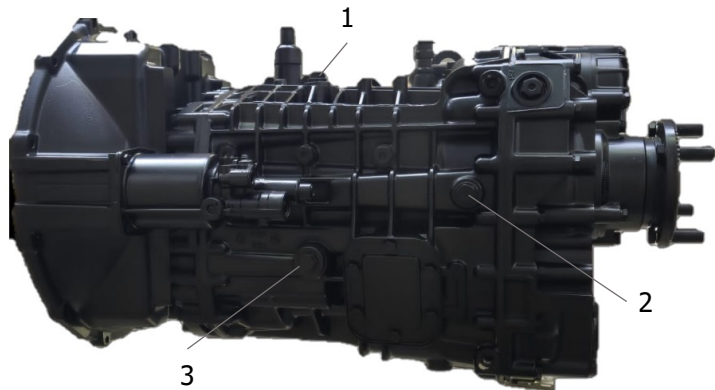

Рис. 9 Положение пробок (вид снизу)
- Перед отворачиванием (см. Рис. 9), необходимо очистить поверхность около пробок.
- Для проверки уровня масла открутить резьбовую пробку (1) (см. Рис. 9).
- Для слива масла открутить обе резьбовые пробки сливных отверстий с нижней стороны коробки передач (Рис. 9, Поз. 2 и 3). Также необходимо проверить наличие сливных пробок у дополнительных агрегатов.
- Очистить магнит пробки (3) от частиц износа.